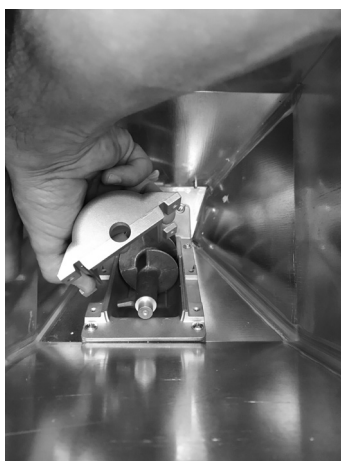

Fig. 37 - Usuwanie osłony
- Zdjąć osłonę (patrz **Fig. 37**).